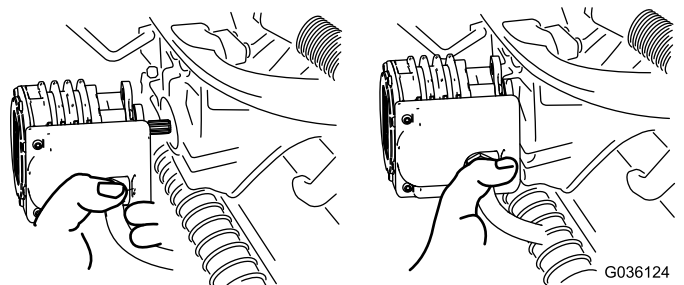

図 60
5. 外したモータは、サスペンションアームの前部にある一時保管位置にセットしておく(図 60)。